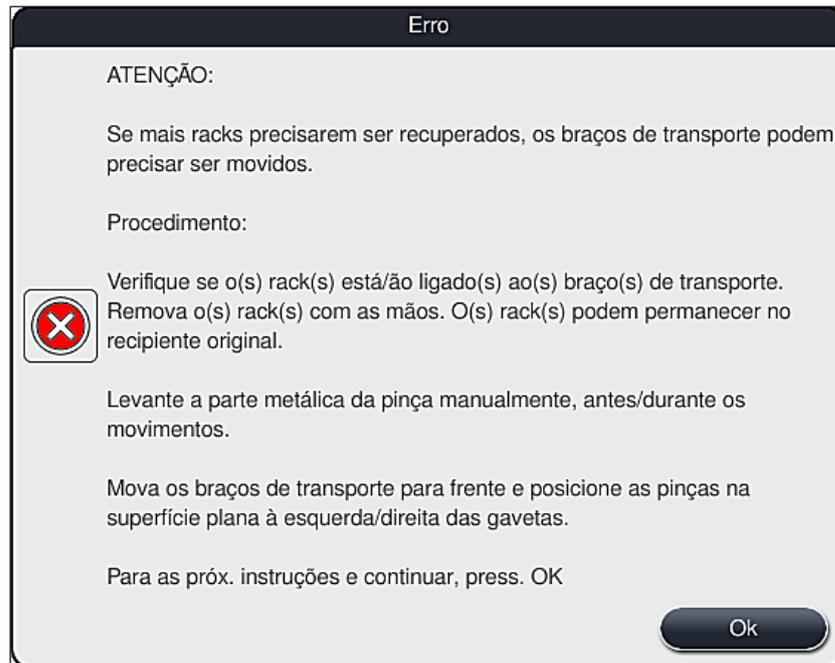

Fig. 111
3. Após pressionar o botão **OK** (→ "Fig. 110"), surge outra mensagem de informações, (→ "Fig. 111") que fornece instruções ao usuário em relação ao procedimento correto para remoção dos respectivos racks.